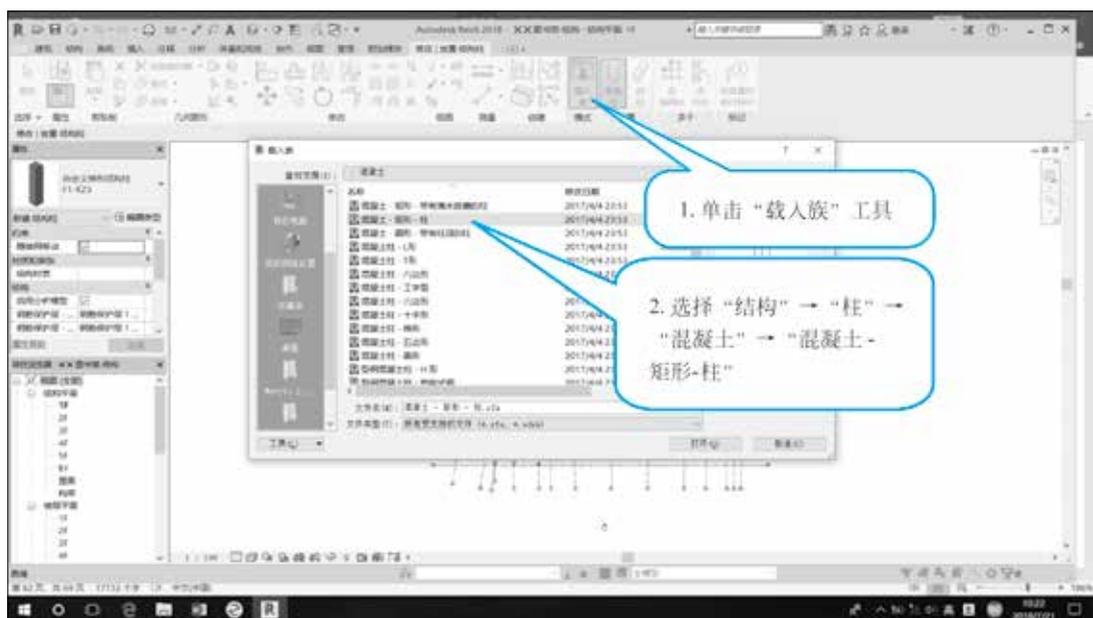

图 3.1.3 载入族
(3) 单击“修改|放置结构柱”上下文选项的“模式”面板中的“载入族”工具，选择系统族中的“结构”→“柱”→“混凝土”→“混凝土-矩形-柱”（不同版本目录会稍有不同），如图 3.1.3 所示。
(4) 单击“属性”面板中的“编辑类型”按钮，在“类型属性”对话框中单击“复制”按钮，输入类型